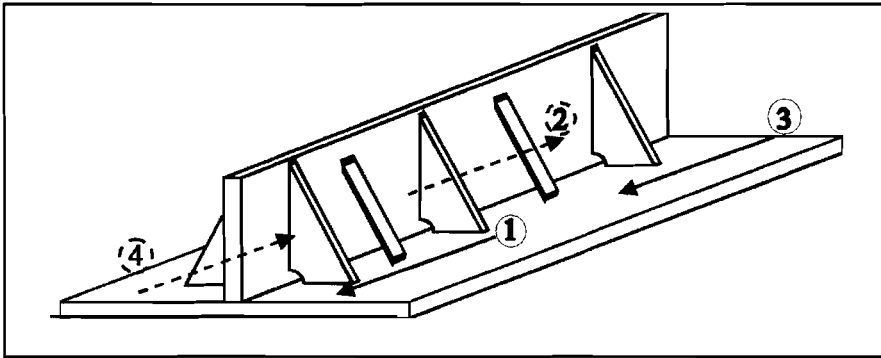

FIGURA 21.11: SECUENCIA PARA SOLDAR UNIONES EN ÁNGULO
- En la figura 21.11 se ha indicado una secuencia, pudiéndose utilizar otras, por ejemplo soldar del centro hacia los extremos y soldar con dos soldadores al mismo tiempo, uno por cada lado si las chapas son de gran espesor.